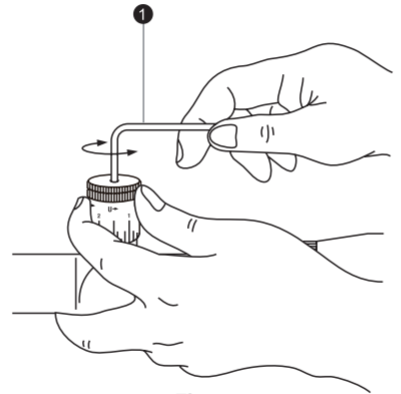

Fig. 3-7
Tenendo la torretta/easy grip con le dita per evitare lo spostamento dell'anello graduato allineato, ruotare in senso antiorario la vite nella parte superiore della torretta/easy grip con la chiave esagonale (1) fornita finché la vite non fuoriesce. Quindi rimuovere la torretta/easy grip (Fig. 3-7).